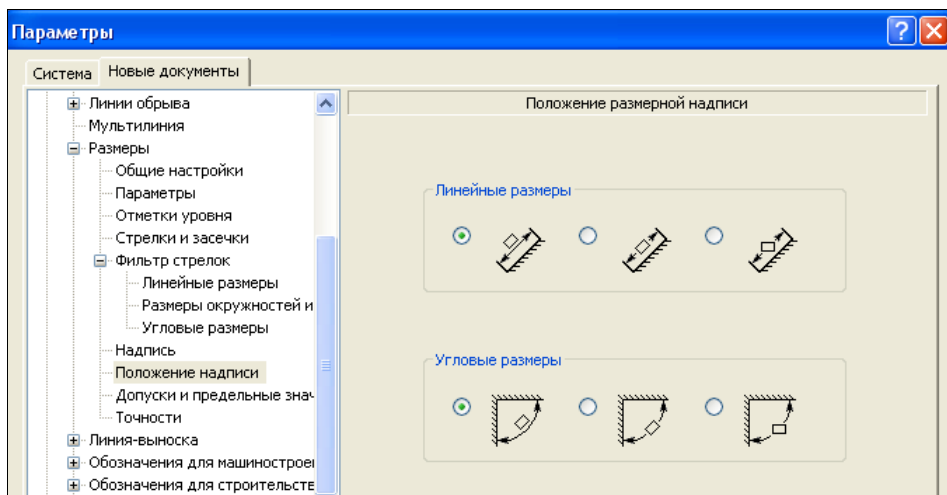

Рис. 15.24. Диалоговое окно **Параметры**
- ♦ выделите ЛК мыши пункт **Положение надписи**. В правой части откроется панель **Положение размерной надписи** (рис. 15.24). По умолчанию установлено положение размерной надписи по ЕСКД;